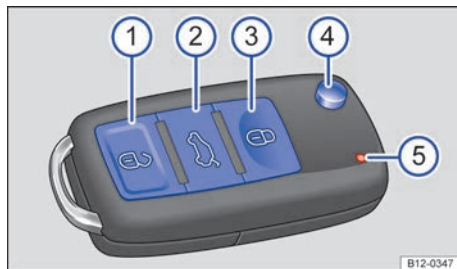
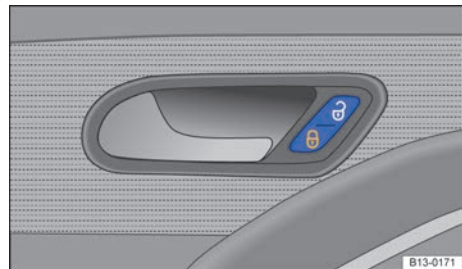

Fig. 47 Llave del vehículo.
Fig. 50 En la puerta del conductor: tecla del cierre centralizado.
Leyenda de la fig. 47:
Si no es posible desbloquear o bloquear el vehículo con la llave → fig. 47, habrá que sincronizar la llave de nuevo o cambiar la pila de botón de la misma → pág. 68.
Si se pulsán las teclas de la llave del vehículo → fig. 47 o una de las teclas del cierre centralizado → pág. 69 varias veces muy seguidas, el cierre centralizado se desconecta brevemente a modo de protección contra sobrecarga. El vehículo está entonces desbloqueado. En caso necesario, bloquéelo.
El vehículo puede bloquearse automáticamente a partir de una velocidad de aprox 15 km/h (9 mph) → pág. 46. Cuando el vehículo está bloqueado, el testigo de control  de la tecla del cierre centralizado → fig. 50 se enciende en amarillo.
Si se pulsan las teclas de la llave del vehículo → fig. 47 o una de las teclas del cierre centralizado → fig. 50 varias veces muy seguidas, el cierre centralizado se desconecta brevemente a modo de protección contra sobrecarga. El vehículo permanecerá entonces desbloqueado durante algunos segundos. Si durante este tiempo no se abre ninguna puerta ni el portón del maletero, a continuación el vehículo volverá a bloquearse automáticamente. ▶
Leyenda de la fig. 50:
- El testigo de control  de la tecla se enciende en amarillo → fig. 50 cuando todas las puertas están cerradas y bloqueadas.
- se pulsa la tecla  → fig. 50;